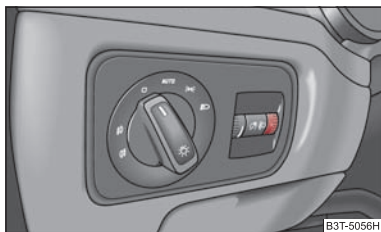

Fig. 50 Tabloul de bord: Reglarea fascicului farurilor (pe înălțime)
- Rotiți regulatorul rotativ ⇒ fig. 50, până când lumina de întâlnire este reglată astfel încât să nu îi orbească pe participanții la trafic.